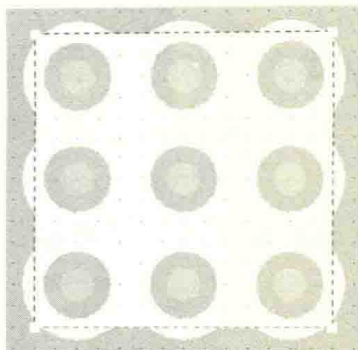

图 11-22 Cutout 移除法
(3) Cutout 移除法：和正片一样，负片也可以通过放置 Cutout 来进行挖铜操作，如图 11-22 所示，放置 Cutout 之后，把中间所有的死铜都移除掉了。